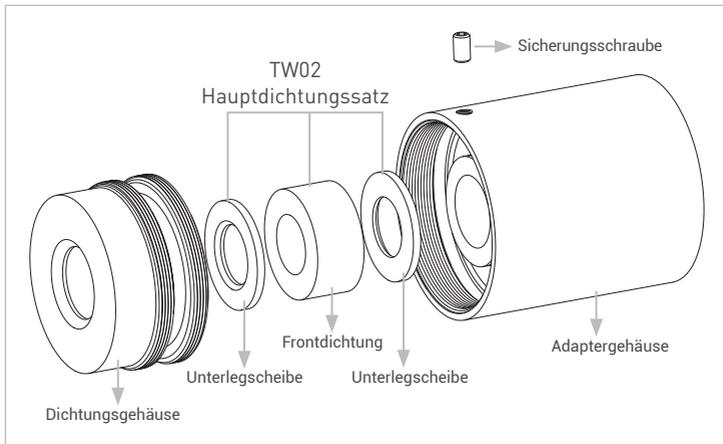
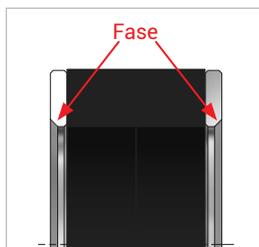

Abbildung 7
Abbildung 8
- ▶ Bauen Sie den neuen Hauptdichtungssatz, wie in der *Abbildung 7* beschrieben, in das Dichtungsgehäuse ein. **Achtung:** Beachten Sie die Fasen an der Unterlegscheiben. Die Unterlegscheiben müssen so eingebaut werden, dass die Fasen von der/den Frontdichtung(en) abgewandt sind (*Abbildung 8*).